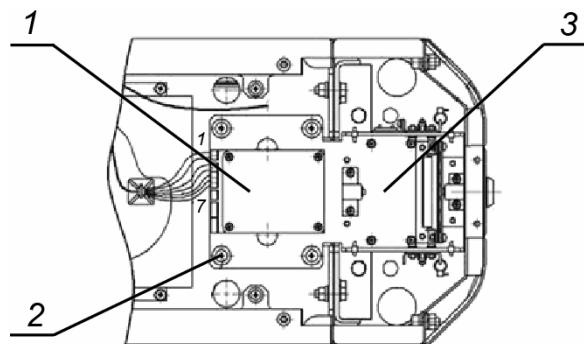

Рисунок 14. Механизм картоприемника
Для переустановки механизма картоприемника (3, рис. 14) необходимо выполнить следующие действия (номера позиций даны в соответствии с рис. 2), если не указано отдельно:
8. Демонтируйте механизм картоприемника (3, рис. 14) – крепится четырьмя винтами M5×20 (2, рис. 14) – и установите его на противоположную сторону, закрепив на основании этими же винтами.